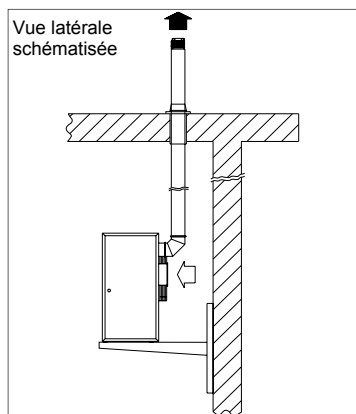

Fig. 6
- si le toit est en même temps le plafond, avec une conduite verticale par le toit (fig. 6).